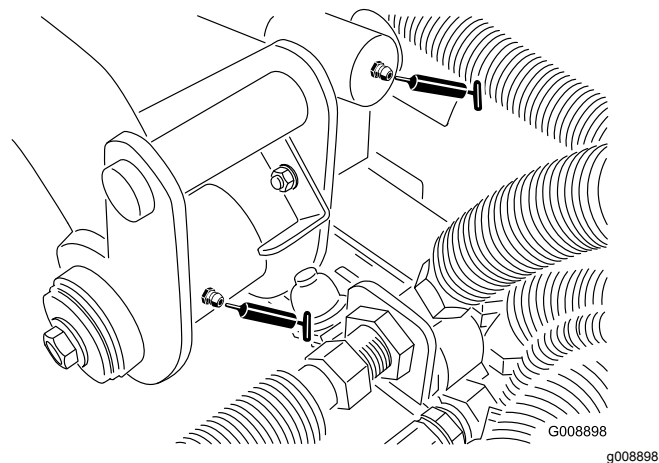

Figura 36
- 2 articulações do braço de elevação traseiro e cilindro de elevação (Figura 36)